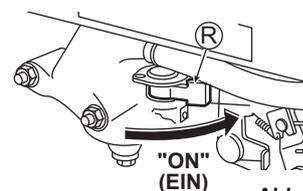

Abb. 9
- Stellen Sie den Kraftstoffhahn (R) auf "ON" (EIN). (Siehe Abb. 9)